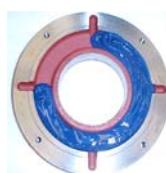

Рисунок 7.5. Внешняя крышка подшипника
- Заполните до $\frac{3}{4}$ емкостей внутренней и внешней крышек рекомендуемой смазкой (Рисунок 7.5) и смажьте подшипник качения надлежащим образом перед сборкой.